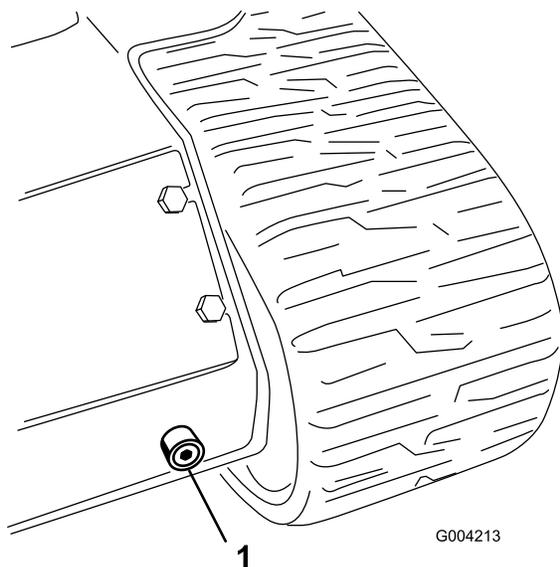

Рисунок 63
6. Разместите большой сливной поддон (емкостью 57 литров) под сливной пробкой в передней части машины (Рисунок 63).
7. Снимите сливную пробку и дайте маслу стечь в поддон (Рисунок 63).